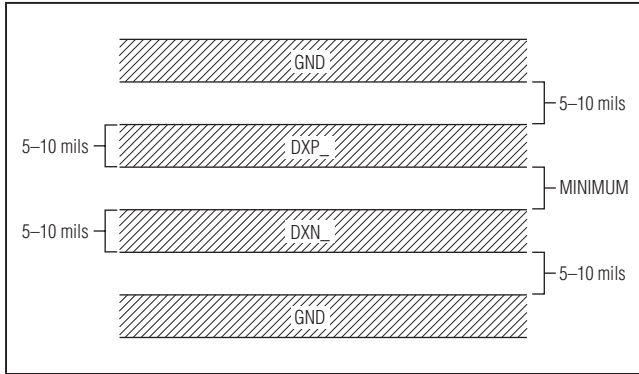

图5. 推荐的DXP_至DXN_ PCB走线, 如果在DXN_和DXP_走线附近有高压走线, 建议采用两个外部保护带
- 3) 使DXP_和DXN_走线保持平行并尽量靠近。应该用每对平行的走线连接一个远端二极管。使这些走线远离高压走线, 例如 $+12\text{V}$ 直流。由于DXP_和地之间 $20\text{M}\Omega$ 的泄漏通路即可引起大约 $+1^{\circ}\text{C}$ 的误差, 所以必须严格处理PCB污染引起的漏流。如果不可避免使用高压走线, 请将DXP_至DXN_引线两侧的保护带连接到GND (图5)。